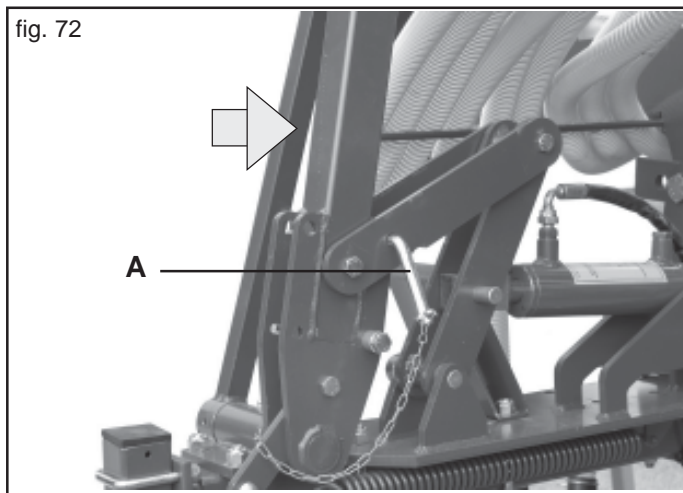

fig. 72
Prima di azionare l'impianto oleodinamico del segnafile sganciare le sicurezze previste su entrambi i bracci (A Fig. 72), posizionandole come indicato in Figura 73. Durante gli spostamenti stradali, bloccare con le sicurezze previste i bracci segnafile (A Fig. 72) in posizione verticale.
- Sganciare le sicurezze (Fig. 72) ed aprire manualmente i bracci segnafile fino ad appoggiarli al suolo.